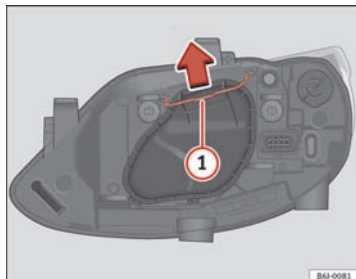

Fig. 145 Nær-/fjernlys i forbindelse med enkelt forlygte
- Forskyd holderen ⇒ Fig. 145 (1) i pilens retning, og tag dækslet af.
- Forskyd holderen ⇒ Fig. 145 ① i pilens retning, og tag dækslet af.